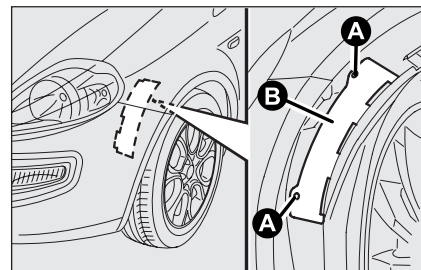

Abb. 20
Vorne Abb. 20
- ☐ die Haltevorrichtungen **A-Abb. 20** lösen und die Zugangsklappe **B** herausziehen;
- ☐ die Klappe **B-Abb. 20** wieder einbauen, dann die Blockiervorrichtungen A eindrehen.